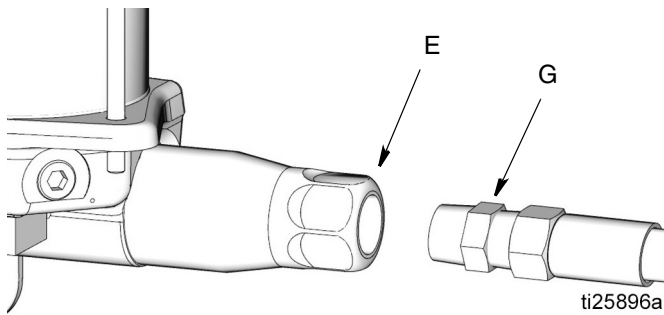

FIG. 9
6. Raccorder la **sortie de la pompe (E)** à la **conduite d'alimentation (G)** (FIG. 9).